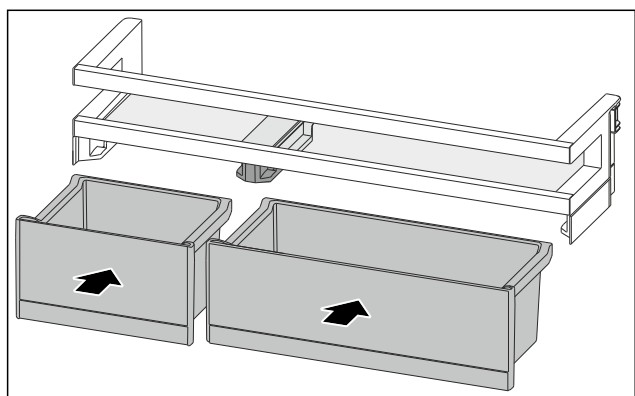

Fig. 83
- ▶ VarioBoxy vložte v opačném pořadí. (viz Fig. 83)